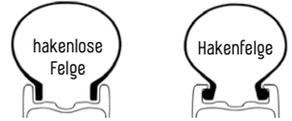

Abb. 3/42 Symbolabbildung Felgenarten
Es muss darauf geachtet werden, welche Art von Felge verwendet wird. Grundsätzlich ist zwischen der „Hakenfelge“, bei der die Felgenhörner oben mit einem Haken nach innen abschließen, und der hakenlosen – „Hookless“ - Felge, welche häufig im sportlichen Bereich eingesetzt wird, zu unterscheiden („Abb. 3/ Symbolabbildung Felgenarten“ auf Seite 42). Da die Hookless-Felge den Reifen nicht automatisch festhält und zentriert und zudem eine sehr glatte Oberfläche aufweist, erfordert die Montage dieser Felge besondere Aufmerksamkeit.
Bei Enviolo Schaltnaben sollte in eine Position geschaltet werden, in welcher der Sicherungshebel und die Kabelendstops leicht zugänglich sind („Abb. 3/ Quelle Enviolo“ auf Seite 44). Nach dem Öffnen des Sicherungshebels (A) können die beiden Kabelendstops (B) und (C) entfernt werden.